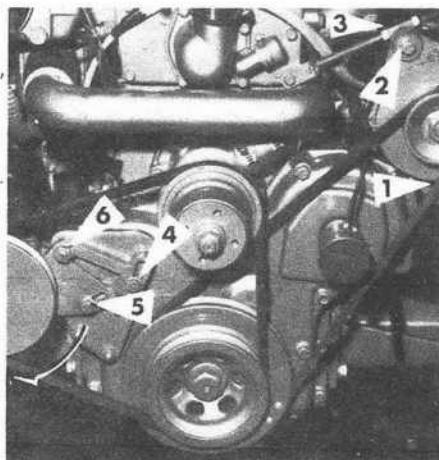

fig.12
- Débloquer les écrous de fixation (1) (2) [fig. 12].
- Tendre la courroie en agissant sur la vis de tension (3).
- Rebloquer dans l'ordre les écrous (1) (2) [fig. 12].
- Débloquer les écrous (4) (5) et (6) [fig. 12].
- Tendre la courroie en faisant pivoter l'ensemble de la pompe dans le sens de la flèche [fig. 12].
- Rebloquer la vis (4) en maintenant la tension.
- Rebloquer les vis (5) et (6).